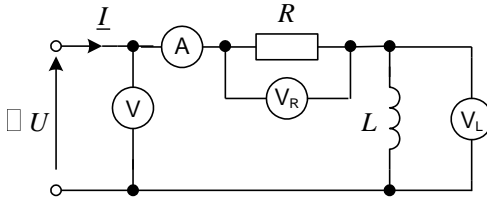

Рис. 41
2. Скласти електричне коло, за схемою на рис. 41.